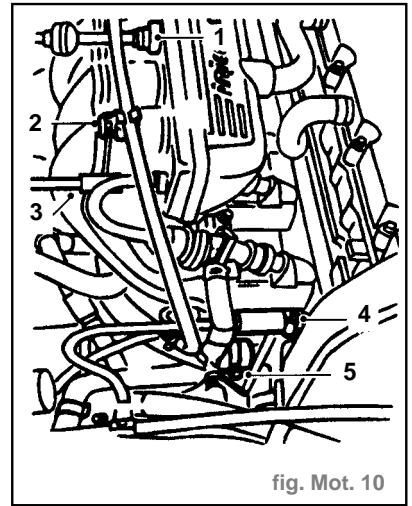

fig. Mot. 10
- Dégager le câble d'accélérateur de la came de papillon (2).
- Appuyer sur la plaque en plastique du connecteur rapide et débrancher le tuyau à dépression de servofrein du collecteur d'admission (1) (fig. Mot. 10).
- Dégager le câble d'accélérateur de l'attache sur le collecteur d'admission (2).
- Débrancher le tuyau à dépression d'ECM du collecteur d'admission (3).
- Desserrer le collier et débrancher la durite de vase d'expansion du collecteur d'admission (4).